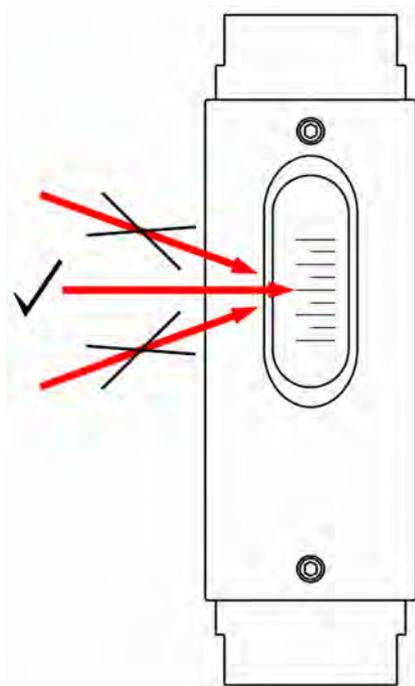

Abb. 34: Messskala ablesen
2.  Geradeaus auf die Messskala blicken (Abb. 34, mittlerer Pfeil). Durch einen Blickwinkel von oben oder unten kann der Ablesewert verfälscht werden